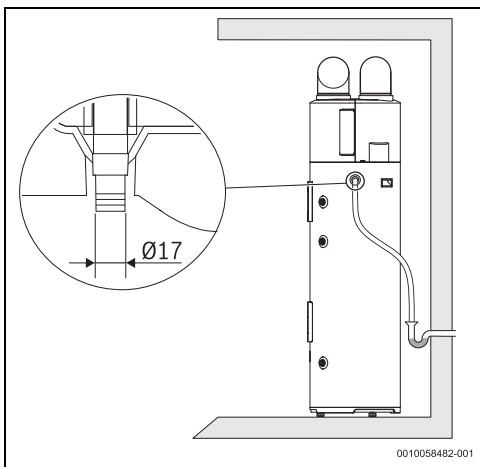

Fig. 15 Ligação da drenagem de condensados
- ▶ Ligar uma tubagem flexível Ø 20mm (Fig. 15).